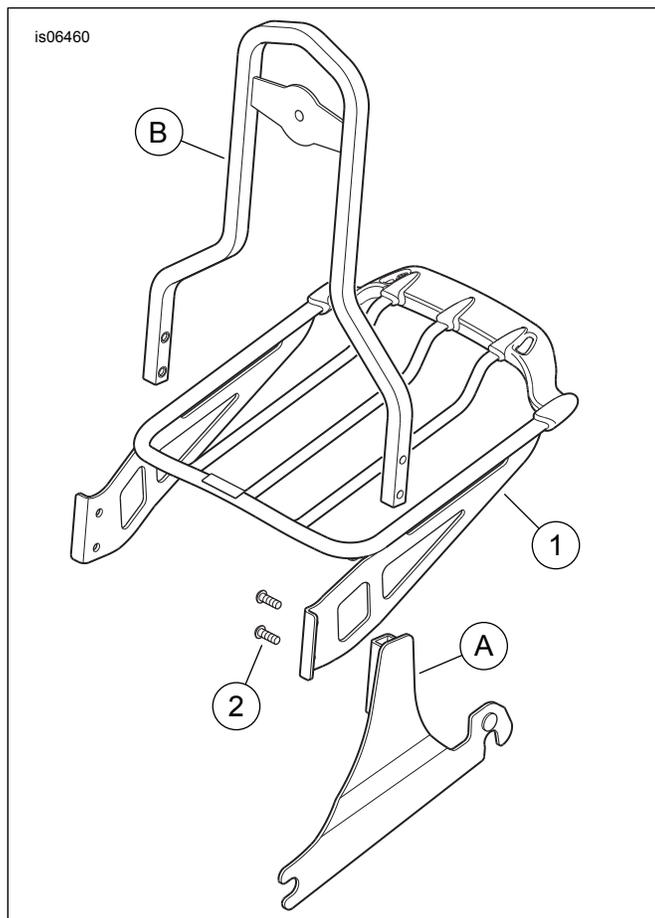

Figure 1. Pièces de rechange, porte-bagages amovible
Voir Figure 1 et Tableau 1.
1. Voir Figure 1. **Desserrer** les deux vis avant TORX de 3/8-16 qui attachent les plaques latérales à montage rigide (A).
3. Soulever l'ensemble de barre Sissy/plaque latérale pour avoir accès aux vis (2) qui attachent la barre Sissy (B) aux plaques latérales.